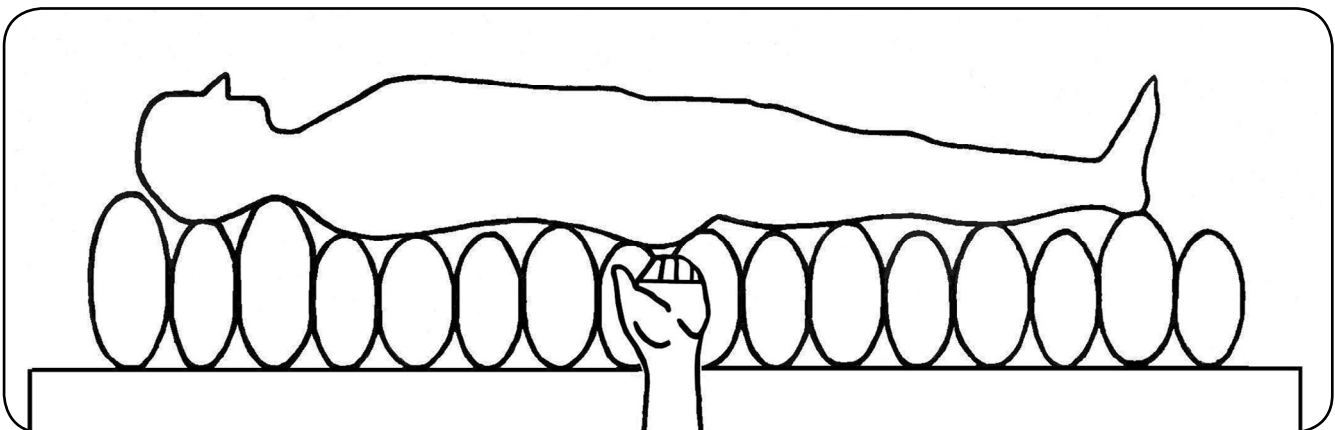

Abbildung 12
11. Kontrollieren Sie jetzt den eingestellten Druck mit dem Handtest. Schieben Sie die flache Hand zwischen das Gesäß des Patienten und der entlüfteten Zelle der Wechseldruckmatratze. Zur optimalen Lagerung muss zwischen Gesäß und der entlüfteten Zelle ein Abstand von ca. 3-4 cm sein (siehe Abbildung 12).